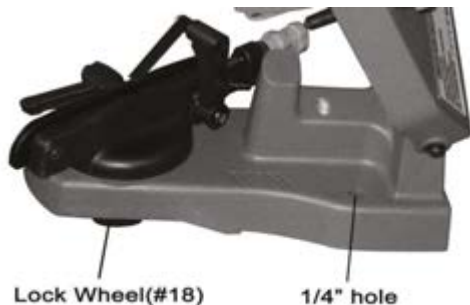

Рис. 3
1. При установке станка для заточки на верстак убедитесь, что блокировочное колесо доступно, как показано на Рис. 3.